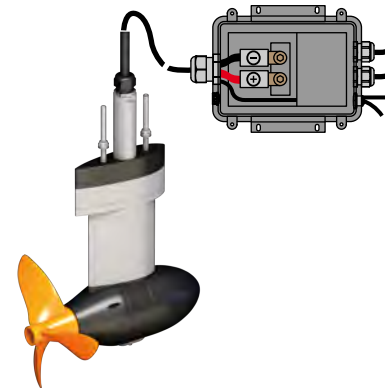

Abb. 11: Verkabelung
- Lösen Sie die Schrauben (1) der Elektronikbox, um diese zu öffnen.
- Schließen Sie die beiden Leistungskabel an die jeweiligen gekennzeichneten Pole an (rot=+, schwarz=-; 5 Nm), "**Abb. 11: Verkabelung**".